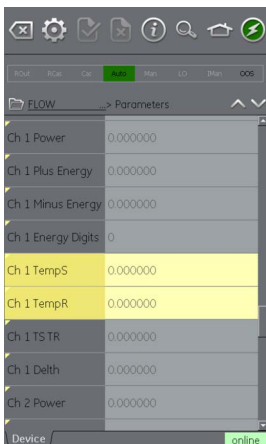

Figura 10-20: Buscador de funciones
- El buscador de funciones mostrará el grupo funcional correspondiente en la vista del dispositivo con todas las variables encontradas resaltadas en amarillo. Consulte la Figura 10-20.